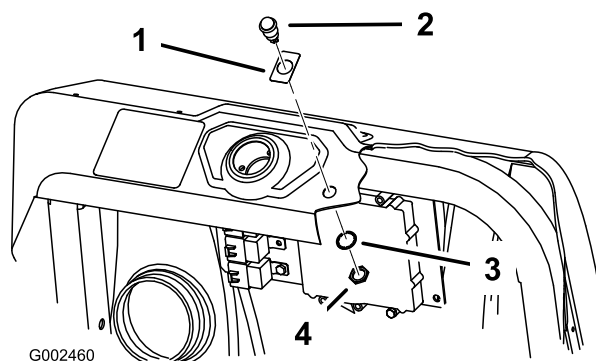
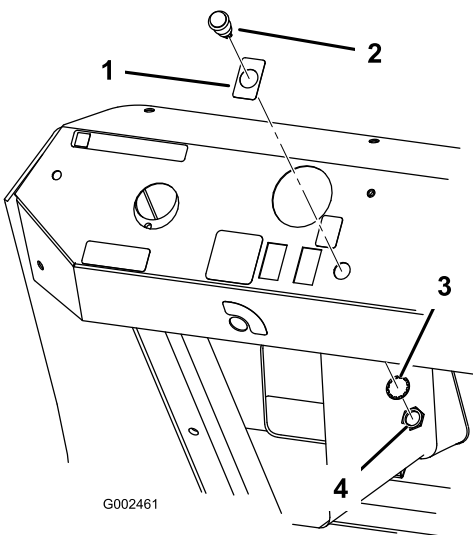

Figura 12
Figura 13
1. Instale la pegatina 94-8582 encima del taladro del testigo en el salpicadero (Figura 12 para el Multi Pro 1200 y 1250 y Figura 13 para el Multi Pro 5600 y 5700).
3. Instale el testigo en el salpicadero y fíjelo usando la arandela y la tuerca (Figura 12 o Figura 13).